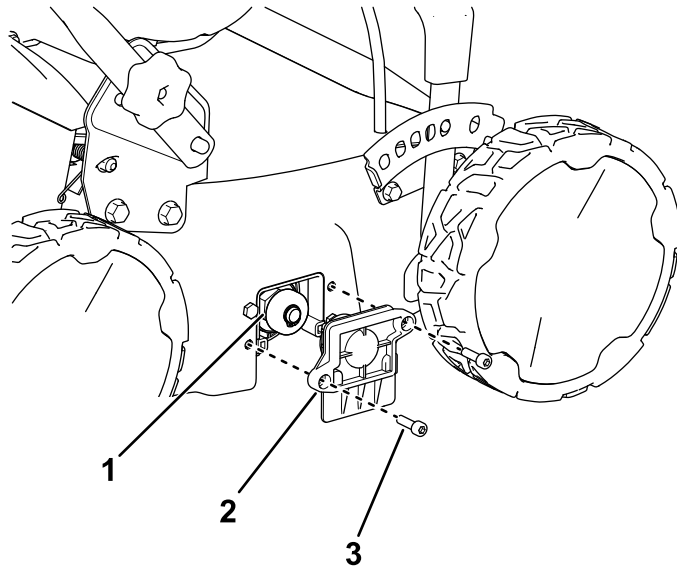

Figure 19
3. Avec la clé hexagonale, retirez les 2 vis qui fixent le logement de roulement et l'arbre du cylindre sur le côté droit de la machine (Figure 19).
5. Installez le logement de roulement de telle manière qu'il fixe le nouvel arbre installé avec les 2 vis à tête hexagonale retirées à l'opération 3, puis rangez la clé hexagonale dans le levier de transport (Figure 19).